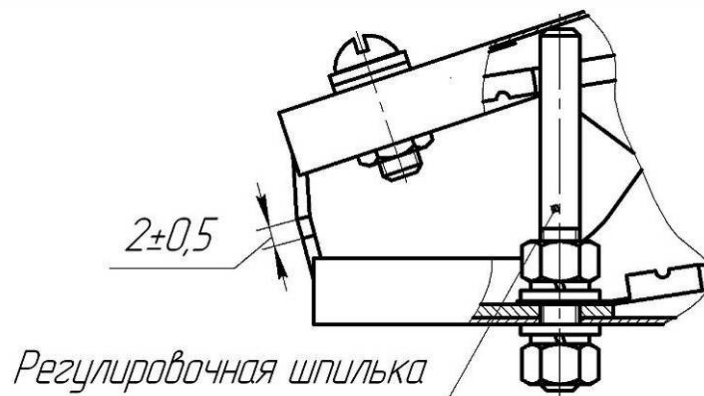

Рисунок 3 – Величина зазора и регулировочная шпилька
2.2.8 Убедиться в наличии зазора между губками клещей заземления ($2 \pm 0,5$ мм), при необходимости отрегулировать его с помощью шпильки, установленной в клещах (рисунок 3).